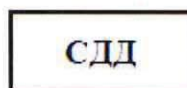

Рисунок 3. Управляющая директива.
7.1.5 ДСП вводит на ПЭВМ РМ ДСП, находившейся в горячем резерве, управляющую директиву (рисунок 3).
7.1.7 ДСП вводит на ПЭВМ РМ ДСП, находившейся в рабочем режиме, управляющую директиву (рисунок 3) и выключает ее, переводя в холодный резерв.